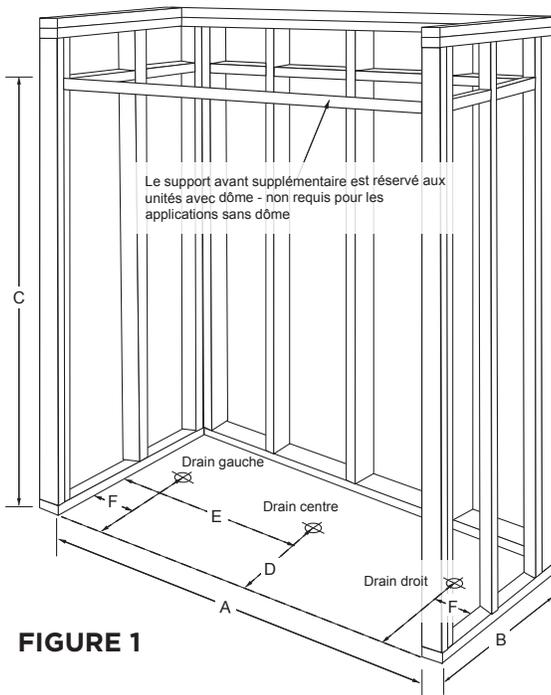

FIGURE 1
1. Construisez un cadre solide en utilisant les dimensions indiquées dans le **Tableau 1 – Données techniques** (voir encart). (**Figure 1**)